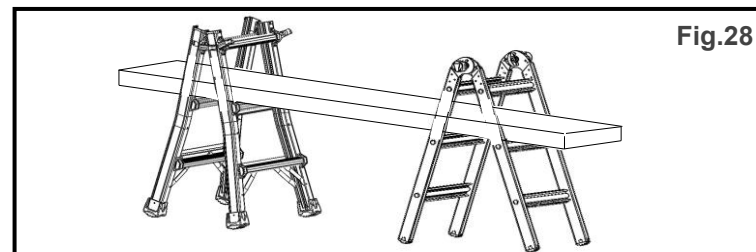
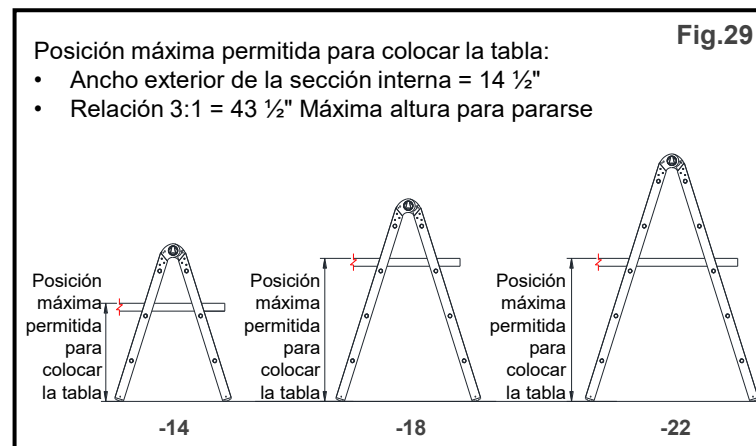

Fig.28
Fig.29
- No coloque la tabla a una altura mayor que tres veces el ancho mínimo de la base (ver Tabla 1 y Fig. 29).
- Coloque la tabla entre los dos soportes de andamio de manera que no esté más alta que el segundo peldaño desde la parte superior o el tercer peldaño sobre el suelo, lo que sea menor (Fig. 28). Esta posición garantiza que la altura de trabajo nunca supere tres veces el ancho mínimo de la base, según las normas de seguridad (ver Tabla 1 y Fig. 29).